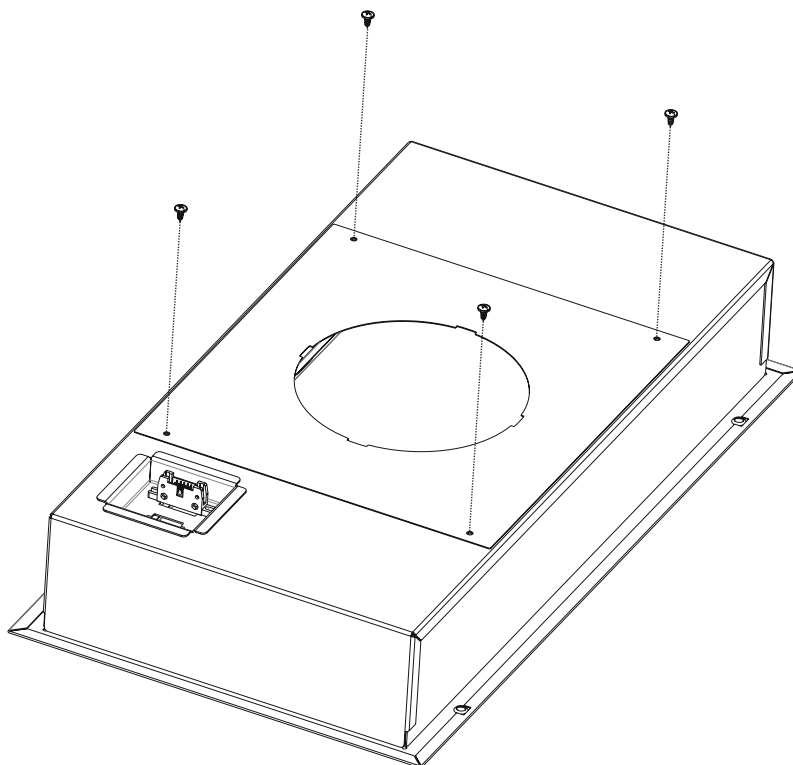

Fig. 27
8. ➔ Brug adapterpladen med rundt hul og luk emhættens åbne side ved at skrue pladen fast med 4 skruer. (Fig. 27).